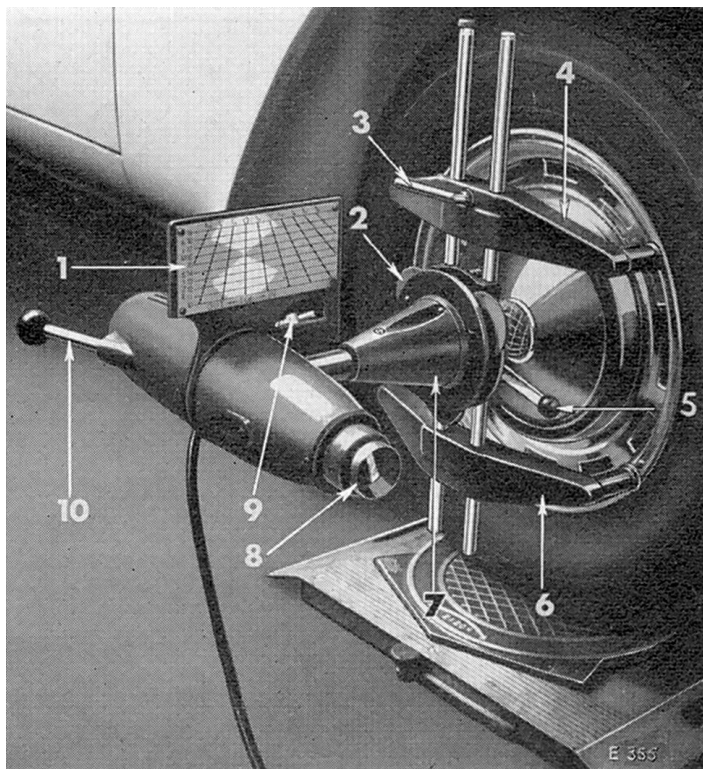

Fig. 36. Fixation du projecteur
Pour vérifier le pincement, diriger le point lumineux vers le centre du miroir et, en inclinant le miroir vers le haut ou le bas, rediriger et focaliser le point lumineux sur l'échelle de pincement (1), Fig. 36, fixée sur le dessus du projecteur. Tourner le volant pour aligner le point lumineux avec la ligne zéro sur l'échelle. Dans cette position, la roue est à angle droit avec le miroir. Diriger le projecteur au centre de son miroir. Une lecture directe du pincement peut être faite directement sur l'échelle.